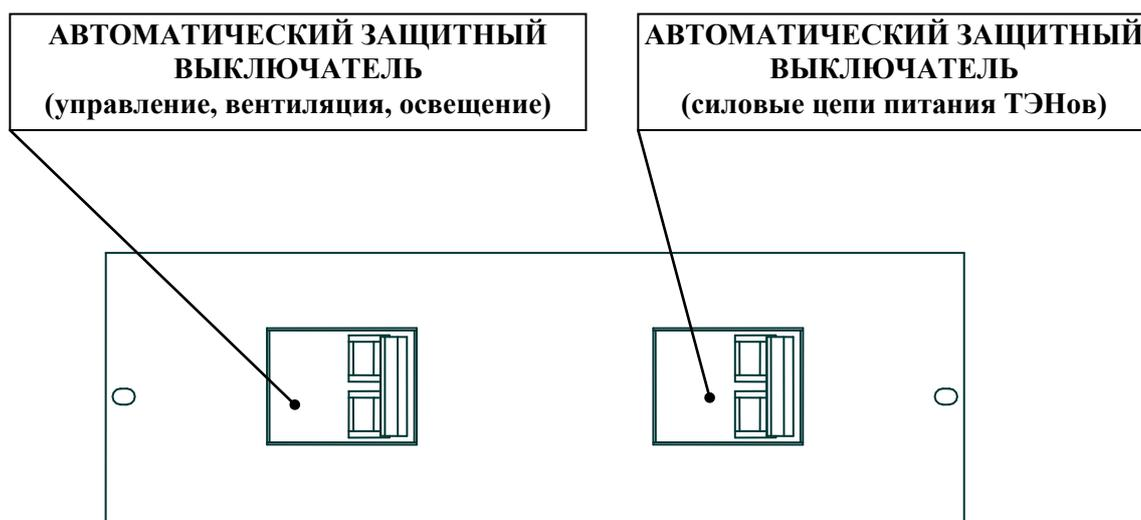

Рис. 2. Распределительный блок витрины «**НЕМИГА**» П
- Электрическая система включает в себя панель управления, распределительный блок, нагревательные элементы (для электрической оттайки испарителя), панель вентиляторов испарителя, встроенный светильник. На панели управления, расположенной сверху витрины, находятся выключатели питания и освещения, электронный регулятор (контроллер). Распределительный блок электрооборудования с автоматическими защитными выключателями располагается сверху на корпусе витрины (см. рис. 1а, 1б, рис. 2).